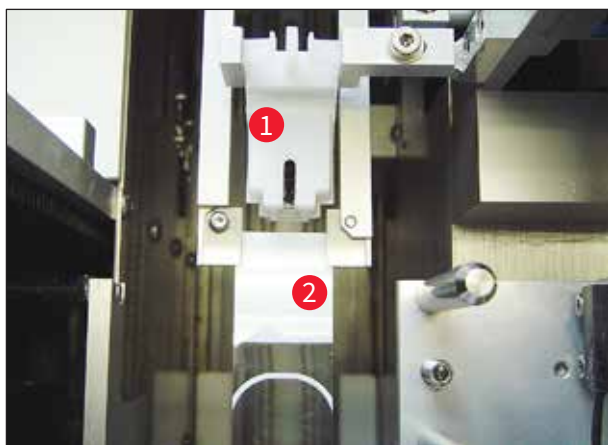

图 24
1. 最后, 确保玻片夹 (→ 图 24-1) 在其移动时或被传送的样品载玻片 (→ 图 24-2) 移动时, 不会碰到喷胶针清洁器 (→ 图 24)。